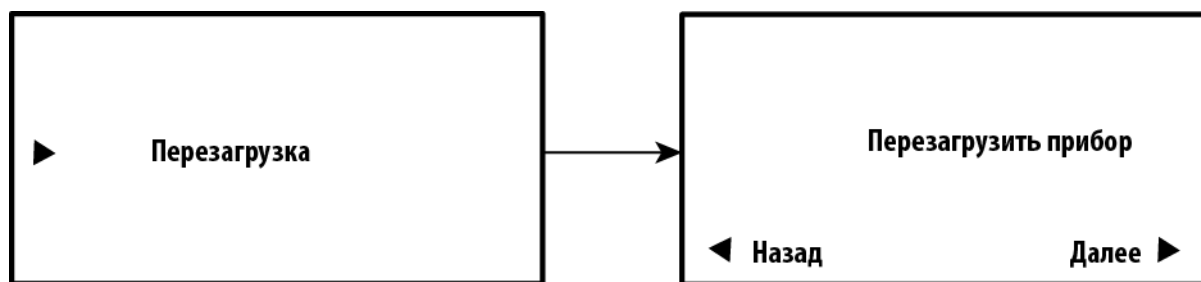

Рисунок 27
2.6.13 Режим обновления программного обеспечения (бутлоадера). Для обновления ПО прибора имеется режим обновления ПО. Обновление производится только с USB-Flash накопителя. Для перехода в режим обновления необходимо вставить Flash накопитель с находящимся в корне файлом прошивки и перезагрузить Прибор, выбрав пункт меню *Перезагрузка* (см. Рисунок 27).